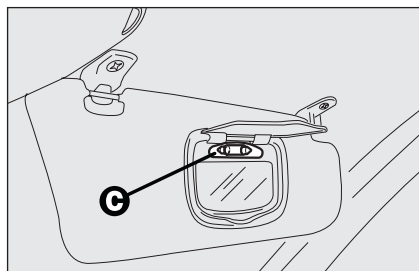

fig. 47
- sostituire la lampada **C-fig. 47** svincolandola dai contatti laterali, accertandosi che la nuova lampada risulti correttamente bloccata tra i contatti stessi.